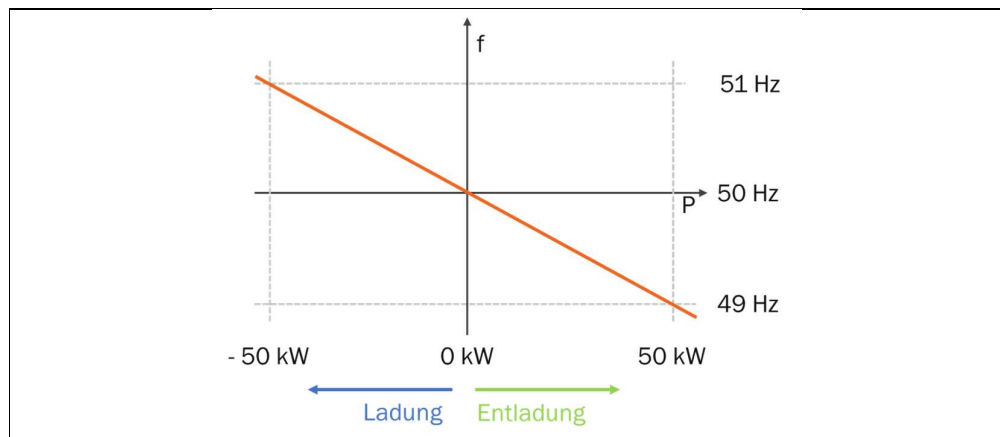

Abb. 5: Beispielhafte P-f-Kennlinie des INTILION | scalestac
- Bei der voreingestellten Kennlinie beträgt die Frequenz 50 Hz, wenn keine Leistung gefahren wird. Die Steigung von 2 % ist auf die Frequenz bezogen und stellt sich bei der Nennwirkleistung des Batteriespeichers ein. Abb. 5 zeigt dazu eine beispielhafte Kennlinie des INTILION | scalestac power; bei Nennwirkleistung von  $\pm 50$  kW stellt sich eine Frequenz von 49 Hz bzw. 51 Hz ein.